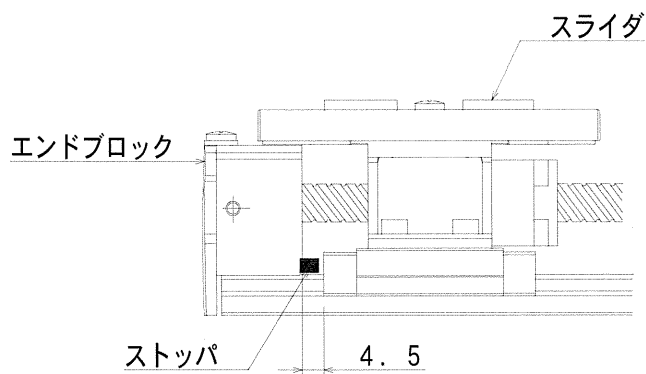

図 5.5-1
- (1) パラメータ2のモータ回転方向の値を1にします。
- (2) 原点調整を行います。調整方法は、■5.4 項と同様にエンドブロックから 4.5mm の位置を原点としてください。(図 5.5-1 参照)